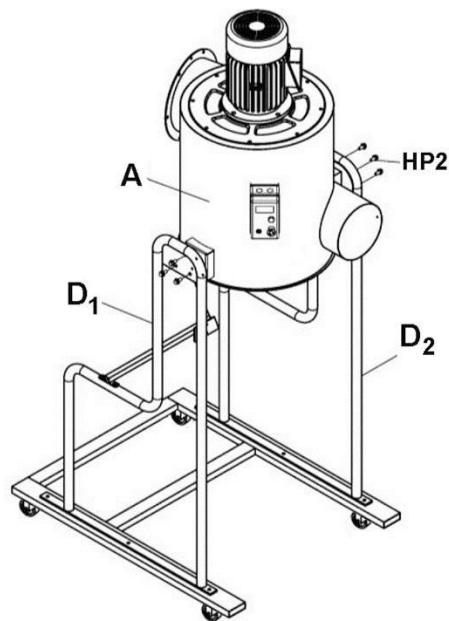

Рис. 5
- Установите корпус (A) между левой и правой стойками (D₁, D₂) и прикрутите с помощью винтов с шестигранной головкой и фланцем (HP2). См. Рис. 5.